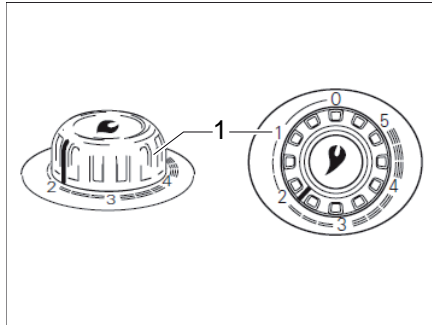

Bild 104 Drehregler an der Warmluft-Heizung
- Drehregler an der Heizung (Bild 104,1) auf gewünschten Wert einstellen und bis zum Anschlag niederdrücken.
- Drehregler an der Heizung (Bild 104,1) auf "0" stellen. Der Zündautomat wird damit gleichzeitig abgeschaltet.
- ▷ Weitere Informationen der separaten Bedienungsanleitung "Truma S 3004 (P) / S 5004" entnehmen.